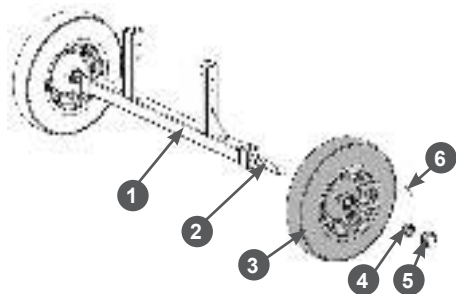

Рис. 6 Установка колёс на кронштейн
4. Установите колёса 3 на кронштейн 1 (Рис. 6). Для этого:
- Снимите с оси 2 шплинт 6 и корончатую гайку 4 (Рис. 6).
- Осмотрите колесо 3. С одной стороны, в диске колеса установлен сальник, другая сторона закрыта транспортировочной заглушкой. Смажьте ось 2 и сальник диска колеса консистентной смазкой, удалите из диска колеса транспортировочную заглушку и установите колесо 3 на ось 2 сальником в сторону кронштейна 1 (Рис. 6).
- Закрутите корончатую гайку 4 крутящим моментом 8 Н·м (Рис. 6).
- Проверьте как вращается колесо. Если колесо вращается туго – немного отпустите гайку до совпадения прорезей в гайке с отверстием в оси 2 под шплинт. Если колесо вращается легко и имеется биение (есть люфт) - немного затяните гайку до совпадения прорезей в гайке с отверстием под шплинт в оси 2 (Рис. 6). Ещё раз проверьте как вращается колесо. Колесо должно вращаться свободно и не должно болтаться на оси. Небольшое сопротивление качению допустимо.
- Зафиксируйте гайку вставив в отверстие в оси шплинт 6 (Рис. 6). После этого разогните концы шплинта.
- Установите колпак 5 ступицы колеса (Рис. 6).